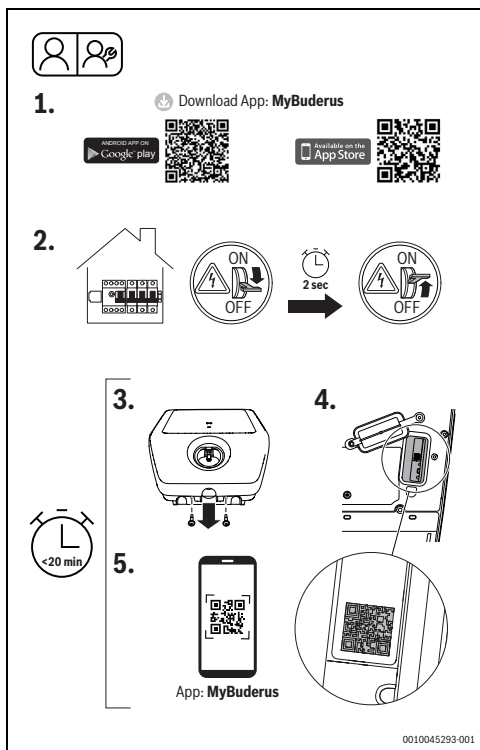

Fig. 91 MyBuderus
- Couper l'alimentation électrique du Logavolt sur le tableau électrique, puis la rallumer après environ deux secondes (Fig. 91, page 85, étape [2]).
- Dévisser les deux vis du cache (Fig. 91, étape [3])